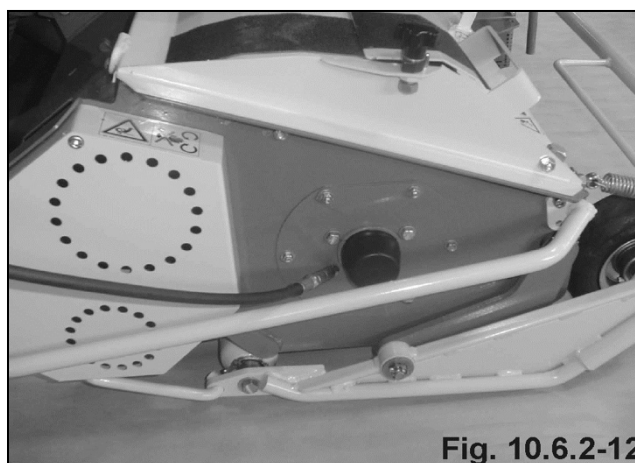

Fig. 10.6.2-12
- Réglage en hauteur (fig. 10.6.2-13)